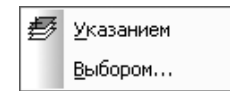

Рис. 4.160. Всплывающее меню пункта **Слой** выпадающего меню пункта **Выделить** главного меню
- **Слой** вызывает всплывающее меню, показанное на рис. 4.160;